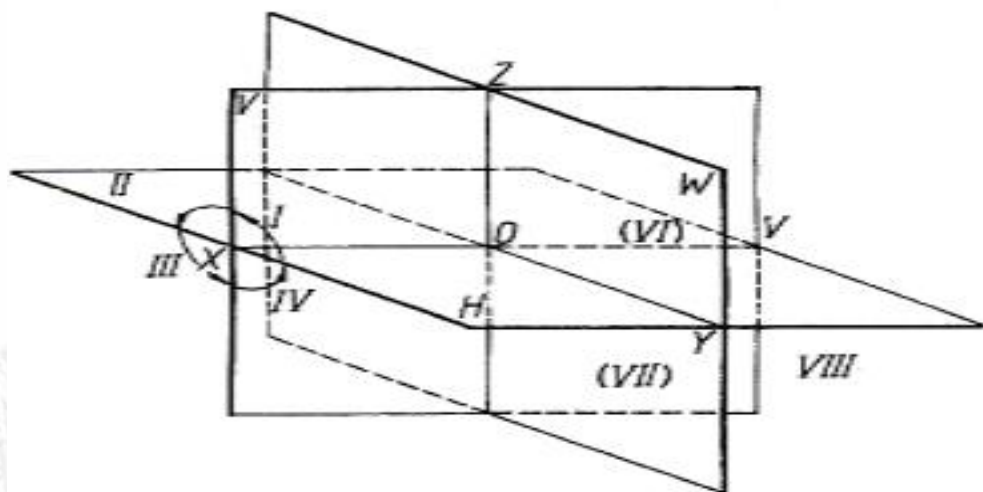

图2.13
- ❖ 一般来说，用三个相互垂直的平面做投影面，用物体在这三个投影面上的三个投影，才能比较充分地表示出这个物体的空间形状。这三个相互垂直的投影面，称为三投影面体系，如图2.13所示